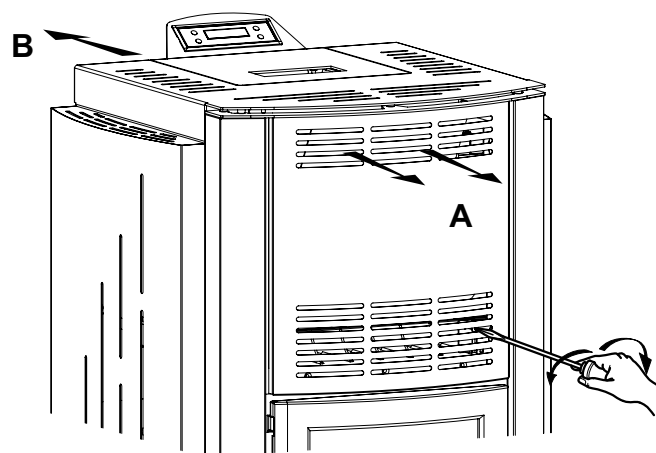

Fig.14.1
Eine ist die Kanalisierung, mit der der Aufstellungsraum des Ofens über die (je nach Modell) frontseitig oder oben befindlichen Gitter geheizt wird, siehe Abb. 14.1 (A) Die andere ist die Kanalisierung, mit der auch entfernte Räume geheizt werden können, siehe Abb. 14.1 (B). Hierzu ist ein Luftleitsystem anzulegen.